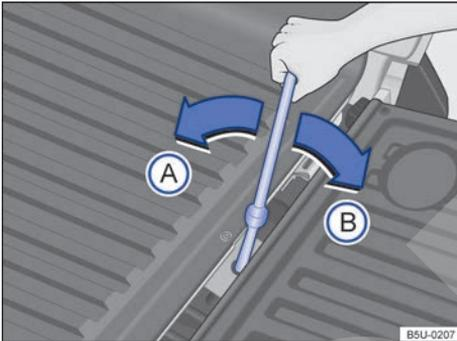

Fig. 169 En el compartimento de carga: acceso a la rueda de emergencia.
- Girar la llave de la rueda en sentido horario → fig. 169 ① hasta el fin del curso del mecanismo, incluso después que la rueda haya apoyado totalmente en el piso. El fin de curso está caracterizado por el bloqueo del movimiento de la llave hacia el tope del mecanismo.
- Girar la llave de la rueda en sentido antihorario → fig. 169 ②, hasta el final del curso del mecanismo, que se caracteriza por el deslizamiento (giro “en falso”) de la llave. ▶